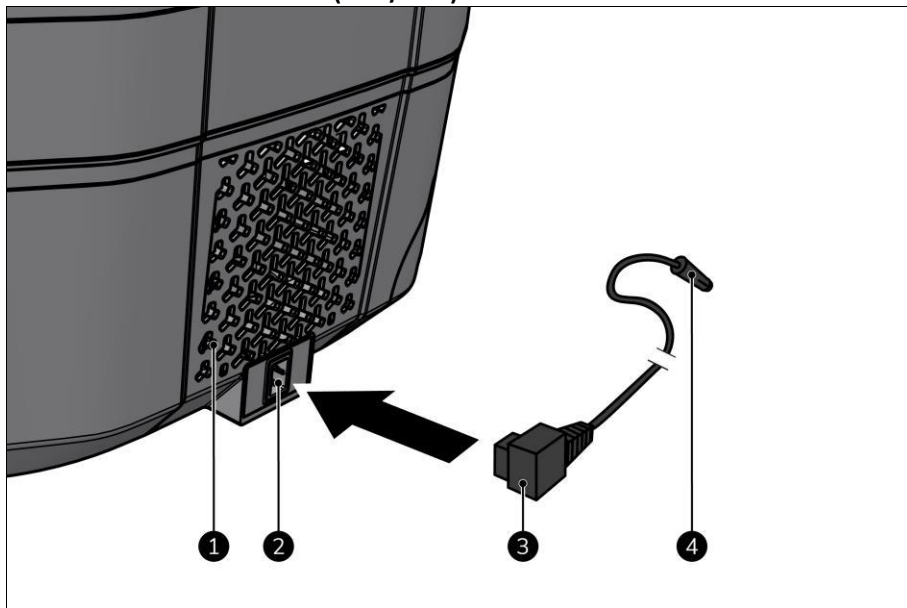

Figura 6
2. Asigurați-vă că toate cele trei grile de ventilație (Figura 6, poziția 1) au un spațiu de ventilație de cel puțin 5 cm.
3. Introduceți conectorul de alimentare (Figura 6, poziția 3) în sursa de alimentare a dispozitivului (Figura 6, poziția 2).
4. Introduceți mufa de alimentare auxiliară (Figura 6, poziția 4) într-o sursă de alimentare auxiliară de 12 sau 24V ușor accesibilă din vehicul sau ambarcațiune.